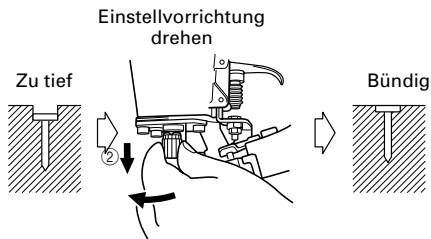

Abb. 9
- ② Wenn Nägel zu tief eingetrieben werden, so drehen Sie die Einstellvorrichtung gegen den Uhrzeigersinn, während Sie sie nach unten ziehen. Wenn die Einstellvorrichtung losgelassen wird, kehrt sie nach oben zurück. Drehen Sie die Einstellvorrichtung weiterhin, bis sie hörbar einrastet. (Abb. 9)